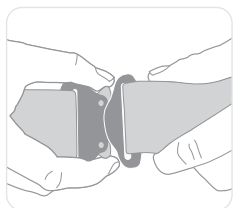

Figure 10
- Défaitez les boucles de dégagement rapide situées sur les sangles thoraciques et cuissardes (voir Figure 10).